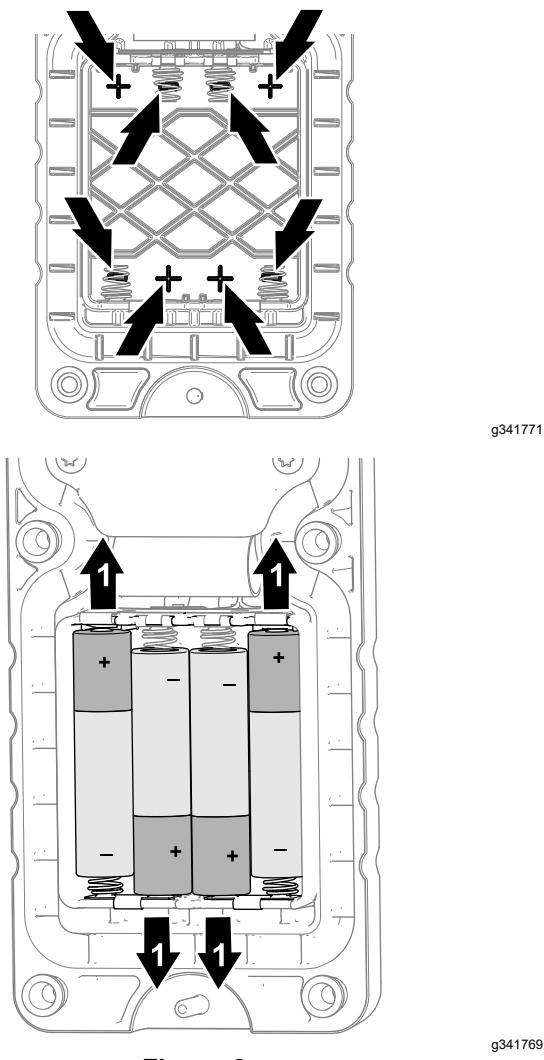

Figura 8
2. Observando a polaridade como se mostra na Figura 8, insira as novas pilhas nas cavidades do terminal.
marcas de polaridade adequadas (Figura 8) que estão gravadas no compartimento das pilhas. Se instalar as pilhas inadequadamente, não danificará a máquina, mas o comando remoto não funcionará.